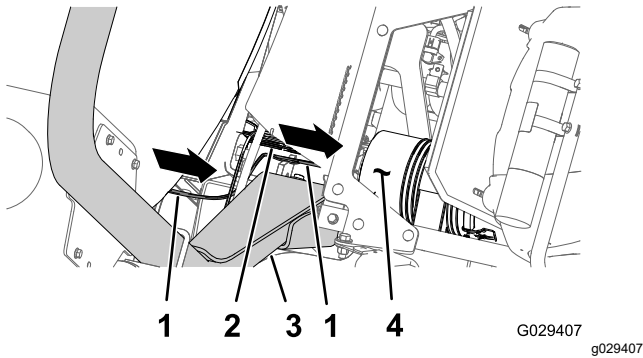
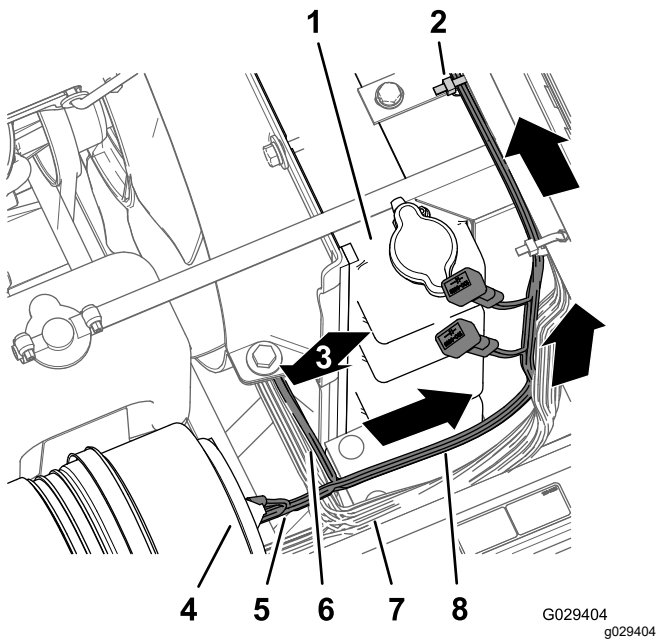

图 10
图 11
1. 沿着机器的线束将修整组件线束向前放在 ROPS 保护杆与药缸下角之间位于发动机空气滤清器的下方图 10 和 图 11。
2. 沿着散热器的右侧向上安装线束的 197cm 发动机舱支管带环形端子、插座端子和 5 插槽接头穿过散热器的上方位于中央控制台底座下方图 11。